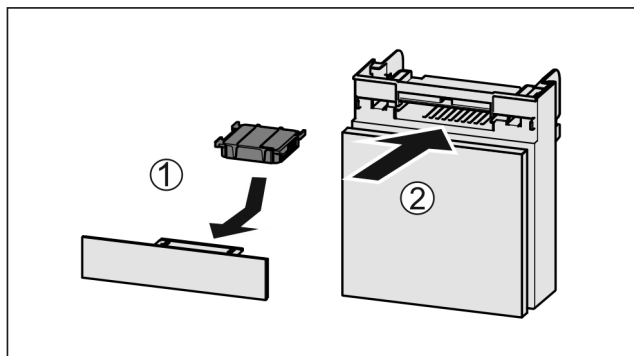

Fig. 102
- ▶ Filtr s aktivním uhlím vložte podle vyobrazení Fig. 102 (1).
- ▶ Zásuvku zasuňte Fig. 102 (2).